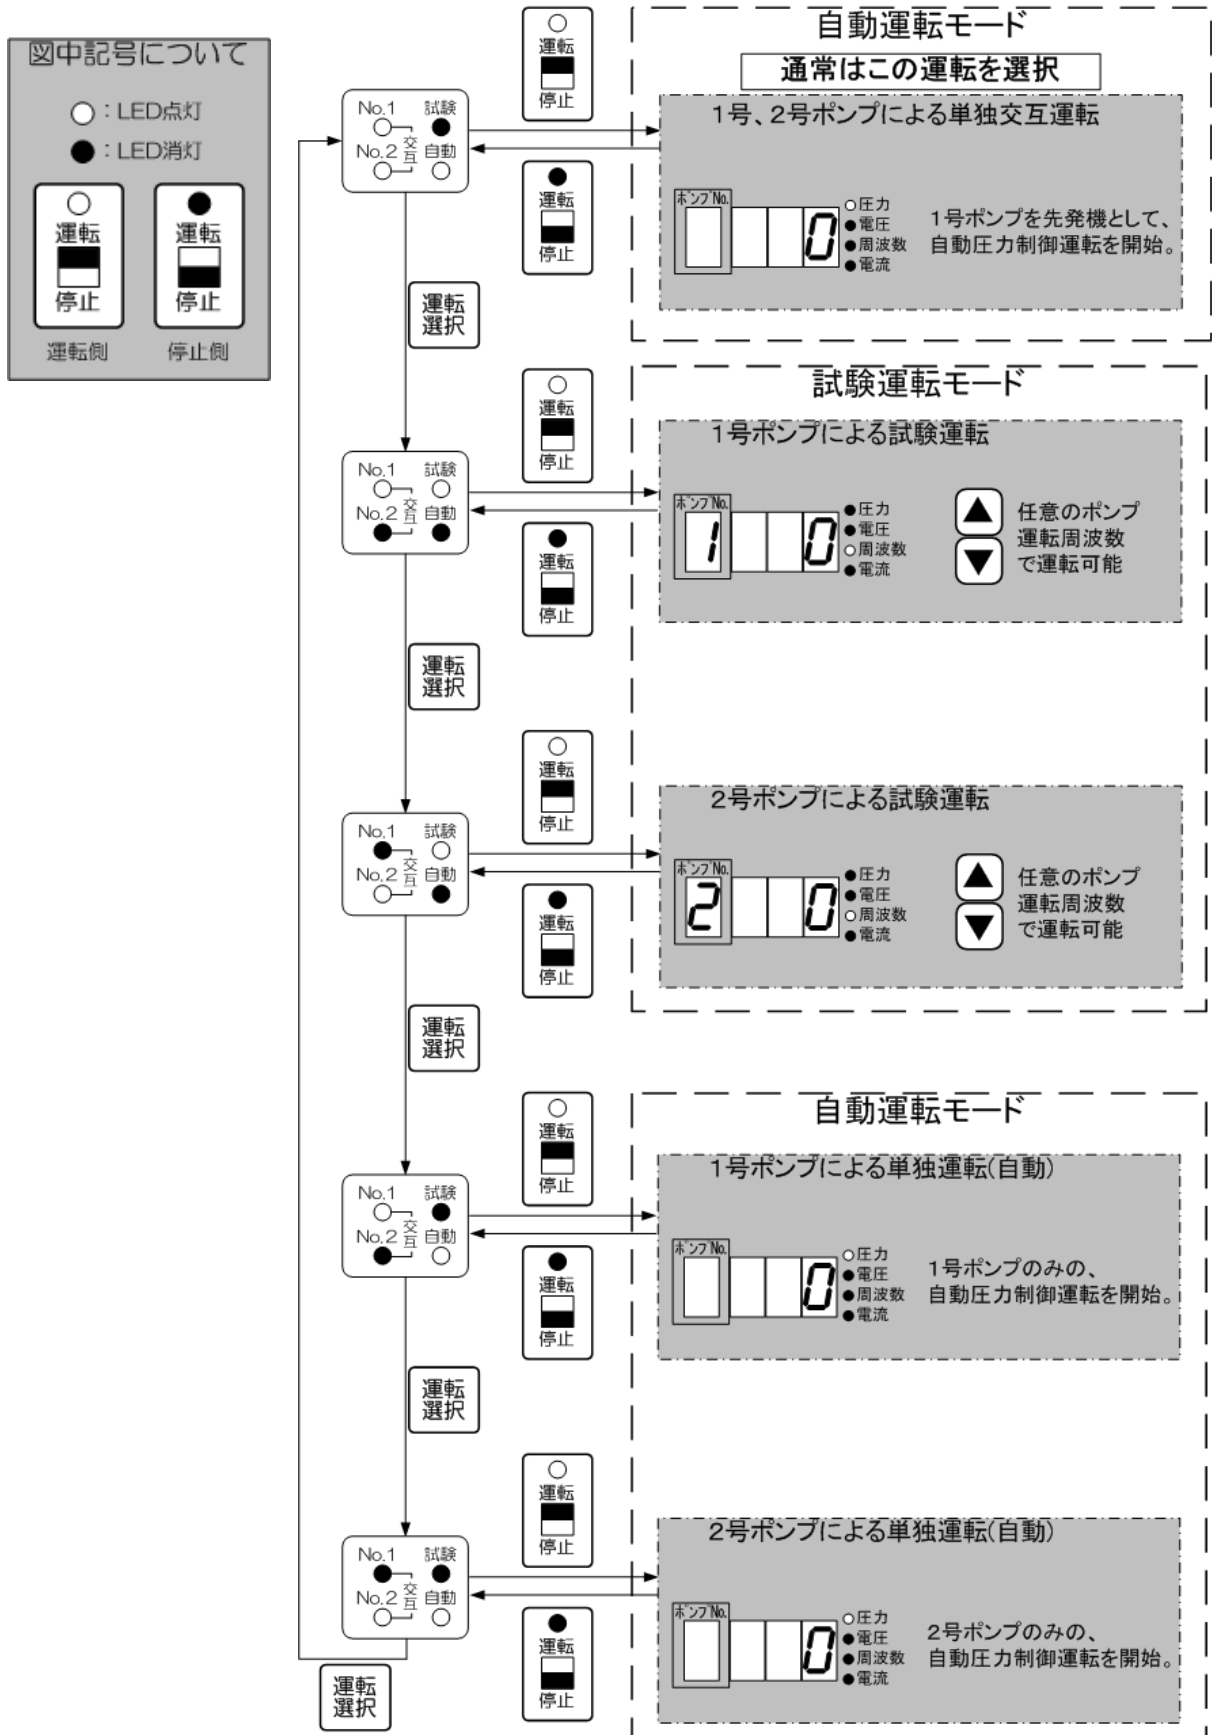

図 15 運転モードの操作方法
(6) 運転モード（自動運転モード、試験運転モード）の操作方法
- ・**運転** ボタンを押す度に下記の運転モードに切替わります。詳細については図 15 を参照ください。